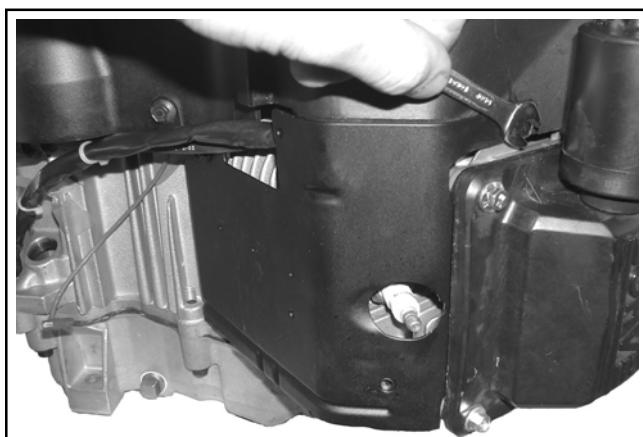

Figura 9-23. Rimozione dei deflettori esterni.
4. Rimuovere i deflettori esterni. Vedere Figura 9-23.